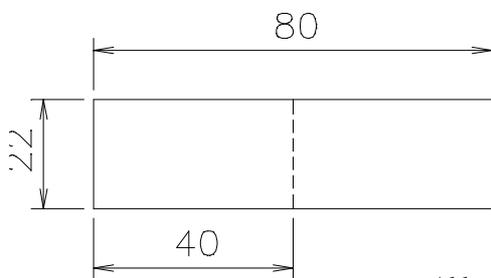

Abb. 6
werden (Abb. 6), und an der oberen Spitze des Cross Deck
Schritt 7: Verstärken Sie ein Ende des Schwanzes mit dem Dacronstück (Abb. 6).